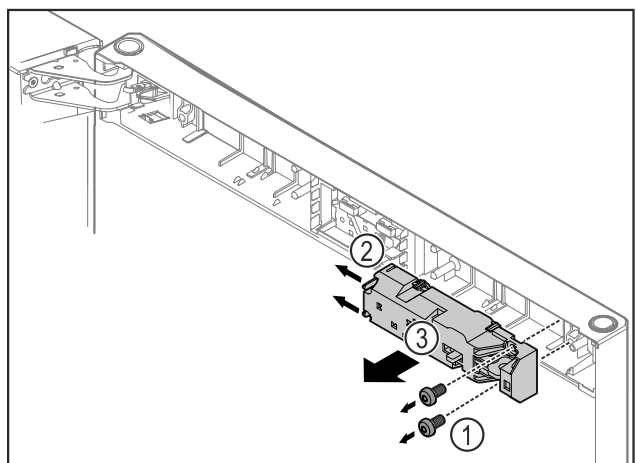

Fig. 12
- ▶ Vegye ki a csavarokat Fig. 12 (1).
- ▶ Tolja el oldalra a reteszelő nyelveket Fig. 12 (2), majd vegye le a zárat Fig. 12 (3).